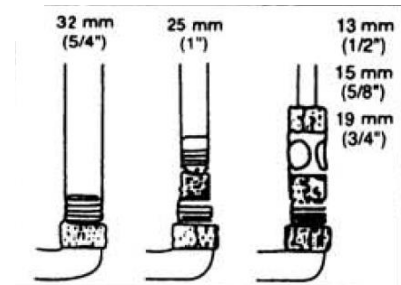

Fig. 3
2. Emmancher le tuyau de refoulement sur la partie du raccord correspondant au diamètre intérieur du tuyau (Fig.3).